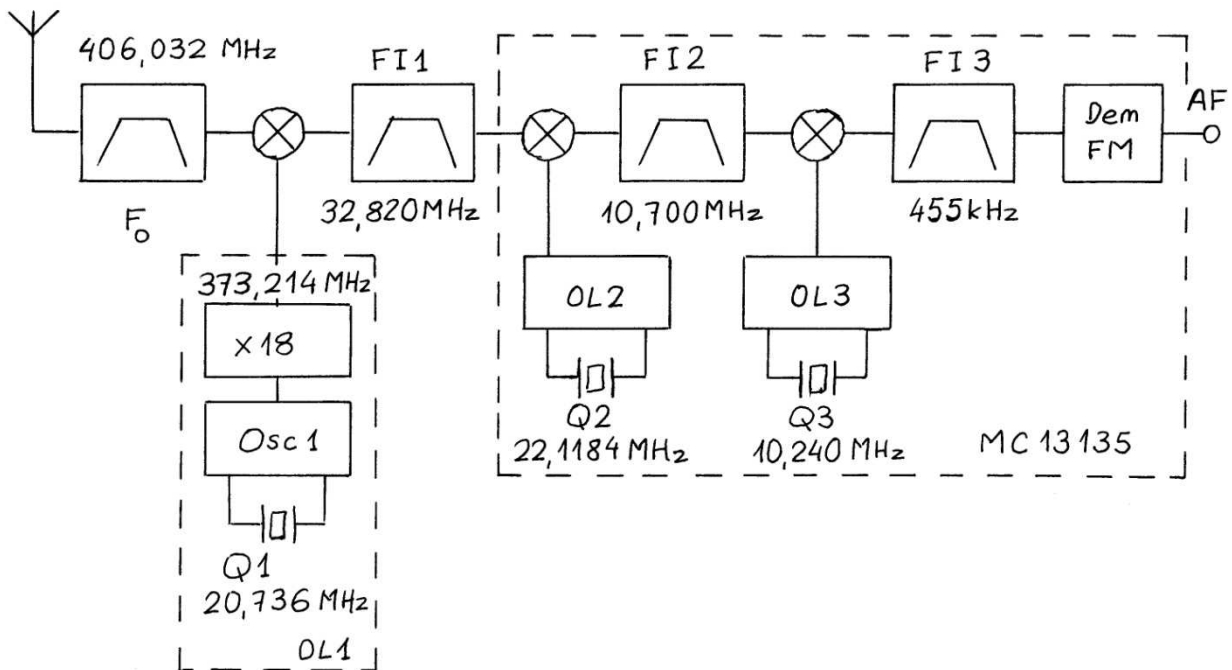

Figure 1 : Les différentes fréquences des oscillateurs locaux (OL1 OL2 et OL3) et les fréquences intermédiaires (FI1, FI2 et FI3)
La Figure 1 présente l'ensemble des fréquences des oscillateurs locaux (OL) et fréquences intermédiaires (FI) (Figure 1) :